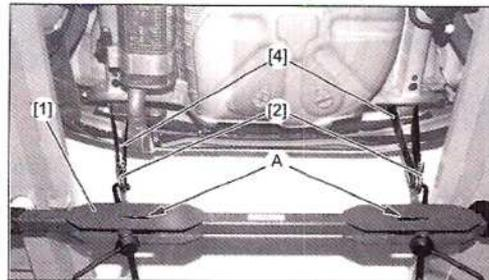

FIG. 63
- En la parte trasera, colocar las cinchas [4] equipadas de sus manillas [2] alrededor de las fijaciones de carrocería del absorbedor de golpe (Fig.63).